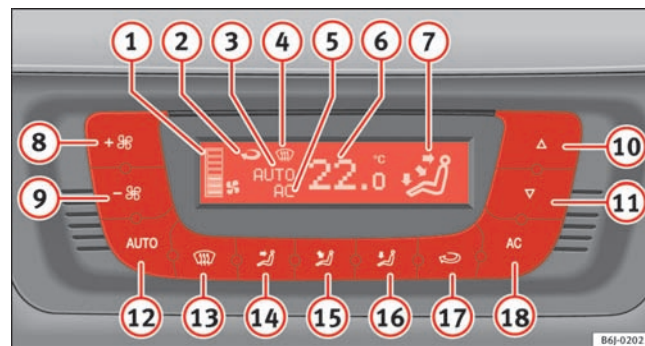

Fig. 98 I instrumentpanelet: betjeningselementer til Climatronic
- Tryk på knapperne 10 og 11 ⇒ fig. 98 for at indstille temperaturen.
- ④ Symbol for defroster
- ⑤ Symbolet AC (airconditionanlægget er tilsluttet)
- ⑥ Symbol for den valgte kabinettemperatur
- ⑦ Symbol for luftstrømmens retning
- ⑧ Forøgelse af blæserhastighed
- ⑨ Reducering af blæserhastighed
- Tryk på knappen . Visningen ⇒ side 126, fig. 98 ⑦ kommer frem.
- Tryk på knapperne ⑩ og ⑪ ⇒ side 126, fig. 98 for at indstille den ønskede kabinettemperatur. Vi anbefaler, at du indstiller temperaturen på 22° C.
- Tryk på en af knapperne $\Rightarrow$ side 126, fig. 98  til , eller tryk på blæserkontakterne  og . Visningen  forsvinder.
Blæseren kan indstilles med knapperne  og  $\Rightarrow$ side 126, fig. 98. Hvis blæseren er afbrudt (der vises ikke noget blæsertrin  i displayet), og du holder knappen  trykket ind, afbrydes Climatronic. Det vises med **OFF** i displayet.
- Tryk på knappen  for at aktivere eller deaktivere recirkulationsfunktionen. Recirkulationsfunktionen er aktiveret, når symbolet  $\Rightarrow$ side 126, fig. 98 vises i displayet.